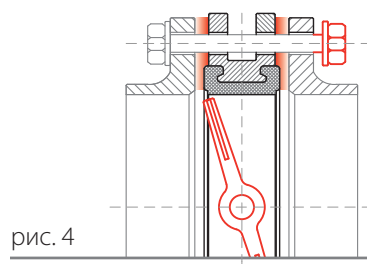

рис. 4
5. Перед началом монтажа диск поворотного затвора необходимо немного приоткрыть, но так, чтобы диск не вышел за корпус дискового поворотного затвора (рис. 4).